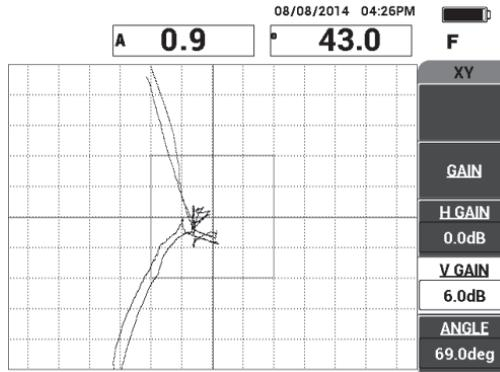

Figura 6-9 Ajuste de los parámetros H GAIN y V GAIN
- Es posible ajustar el parámetro **H GAIN** (tecla de función C) y el parámetro **V GAIN** (tecla de función D) para obtener una distinción más clara entre las pérdidas de adherencia de campo cercano y campo lejano. Ver la Figura 6-9 en la página 143.